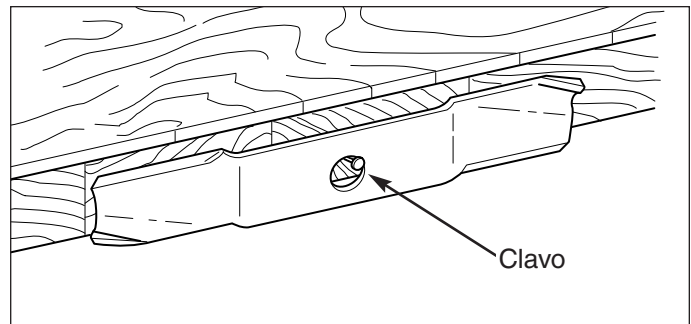

Figura 19. Equilibrar la cuchilla
4. Equilibre la cuchilla como se muestra en la Figura 19. Centre el orificio de la cuchilla en un clavo lubricado con una gota de aceite. Una cuchilla equilibrada permanecerá nivelada.